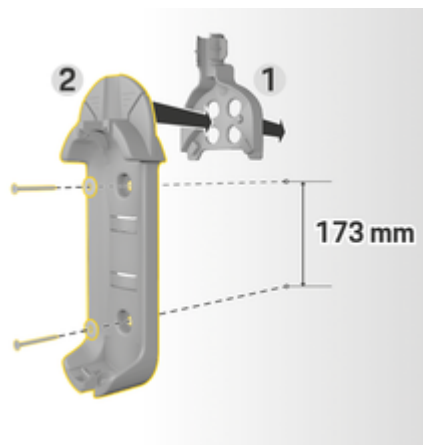

Рис. 3: Размеры под отверстия
3. Вдавите базовое настенное крепление **2** (Рис. 3) спереди в кабелепровод **1** (Рис. 3).